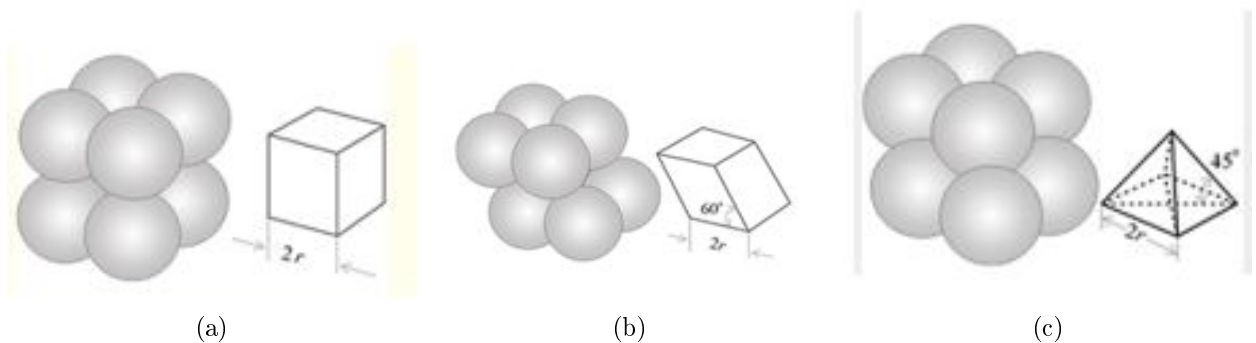

Figura 6.8: Figuras para determinar a porosidade idealizada.
2. Na figura 6.8, determina a porosidade idealizada: